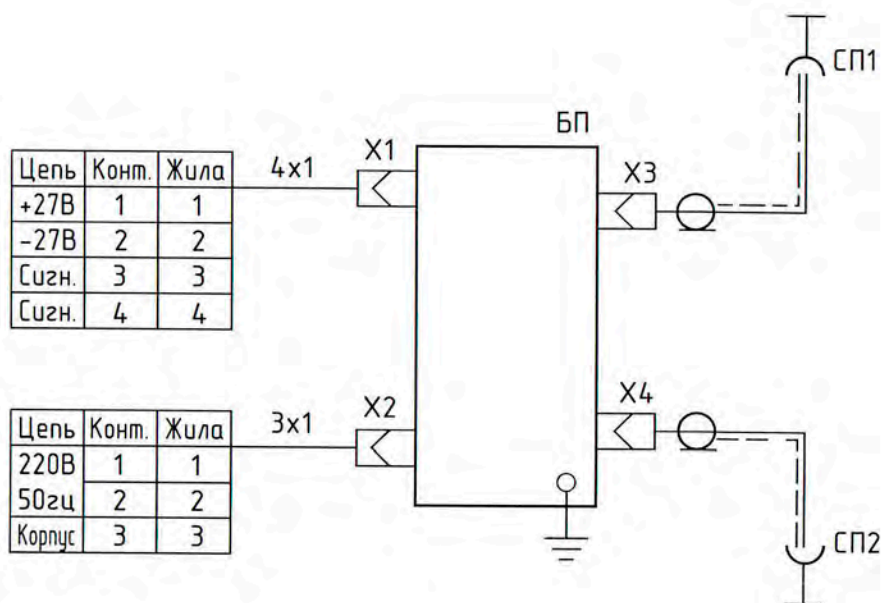

Рис.4
2.1.6 Подключить блок питания к сети и линии управляющего сигнала в соответствии со схемой подключения СПВ-2-4, показанной на рис. 4. Напряжение питания должно находиться в пределах (209 - 231) В. Допустимая частота пульсации управляющего сигнала не менее 100 Гц (двухполупериодная схема выпрямления).